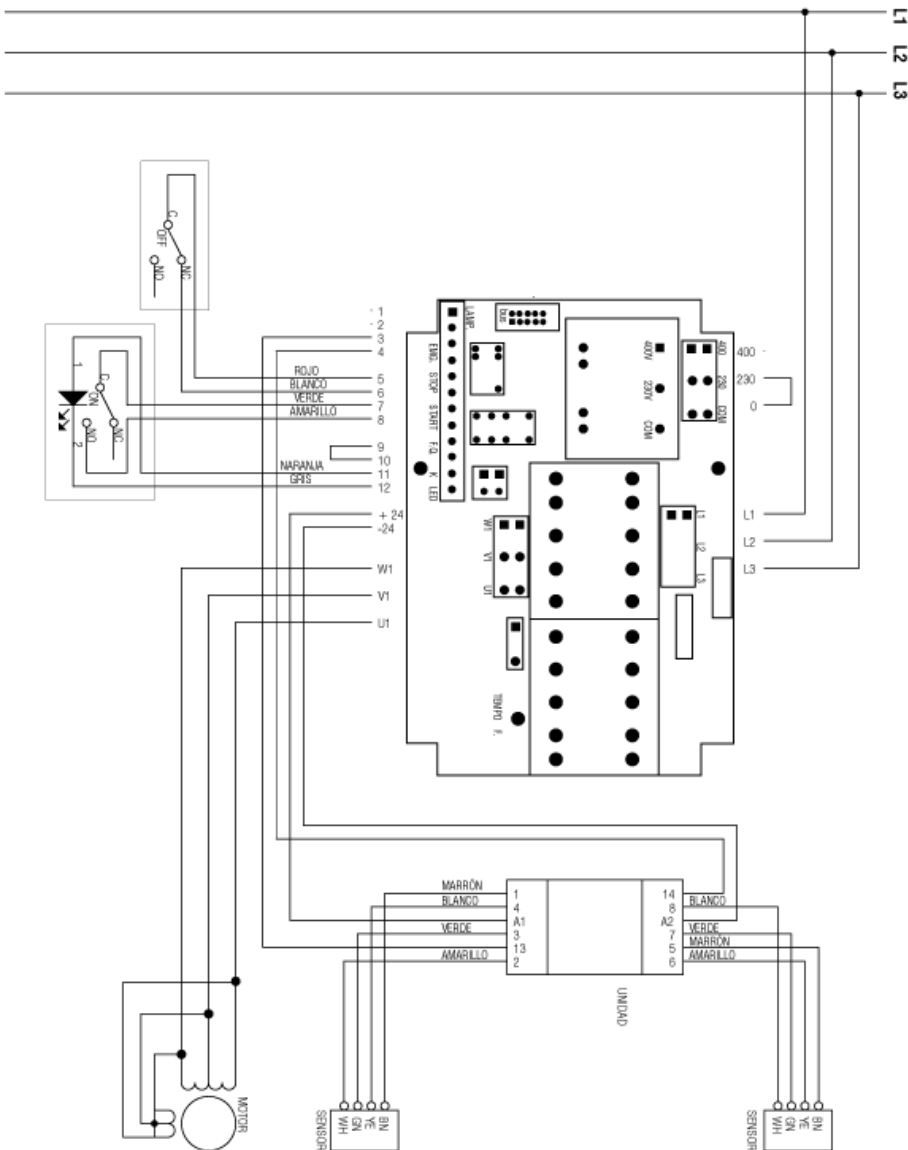

Fig. 2.6.3
2.6.3 - Esquema eléctrico trifásico conectado 230V (fig. 2.6.3)